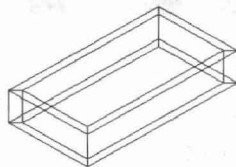
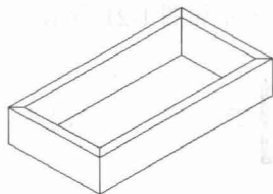

图1-23 转换视图
图1-24 消隐后的最终效果图
(2) 执行“视图/三维视图/西南等轴测”菜单命令, 把视图调整为西南等轴测视图, 如图 1-23 所示。这时就可以观察到矩形的厚度了, 矩形呈立体效果。
(3) 图 1-23 表现的是矩形的线框效果, 单击“视图/消隐”菜单命令, 让矩形以实体形式显示, 如图 1-24 所示。这样就可以形象地表现出矩形的宽度和厚度。